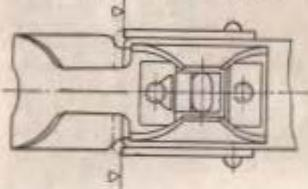

Рис. 125. Приварка направляющей пластины к направляющей ствола
(II) Изготовить направляющую планку (рис. 124), отрезать переднюю стенку направляющей ствола от ее боковых стенок; приварить направляющую планку к боковым стенкам направляющей ствола электродуговой сваркой электродом Э34-3, предварительно вставив в ствольную коробку ствол-оправку, и обработать сваренное место (рис. 125).